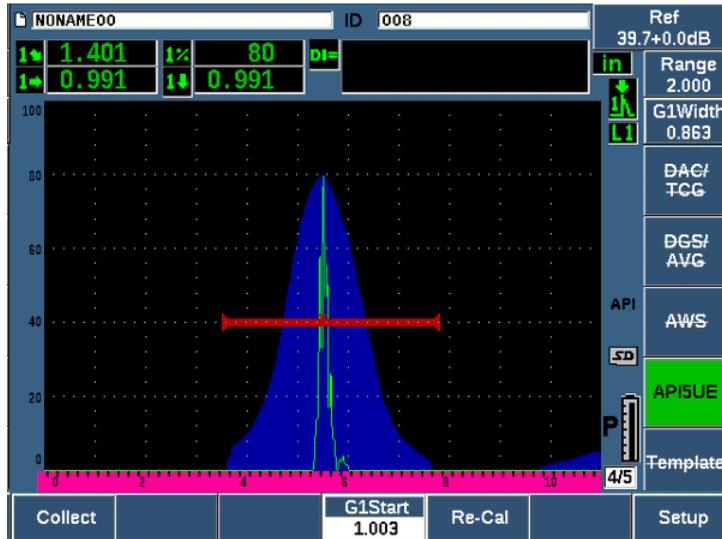

Figura 11-23 Dati di taratura in modalità di acquisizione (Raccogl.)
La lettera **P** viene visualizzata nella parte destra della schermata dell'A-scan in tempo reale (vedere Figura 11-23 a pagina 293).
5. Premere **Raccogl.** (Collect) [tasto P1] per acquisire i dati A_{max} , T_1 e T_2 dell'involucro (vedere Figura 11-23 a pagina 293).